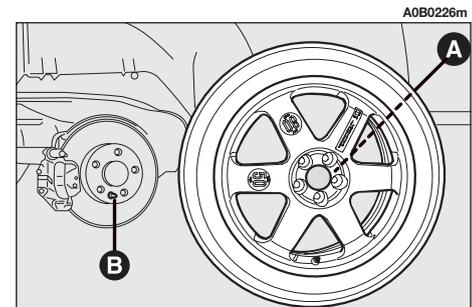

Abb. 7
- Das Notrad anbringen, wobei die Löcher (**A**, **Abb. 7**) mit dem entsprechenden Zentrierstift (**B**, **Abb. 7**) übereinstimmen müssen.
– Das normale Rad unter Einpassung des Zentrierstiftes (**B, Abb. 7**) in eines der Löcher (**A, Abb. 7**) montieren.
– Die Radbolzen in der zuvor für das Notrad gezeigten Reihenfolge **Abb. 7** anziehen.
– Das Fahrzeug herunterlassen und den Wagenheber abnehmen. Dann die Radbolzen in der zuvor für das Notrad (**Abb. 7**) gezeigten Reihenfolge anziehen.